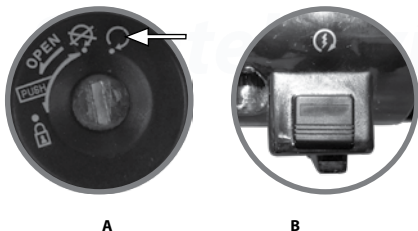

Imagen 26. Encender el motor.
4. Girar la llave a la posición . Ver imagen 26-A.
7. Oprimir el interruptor de arranque eléctrico por un periodo de 5 segundos para dar marcha al motor. Ver imagen 26-B.